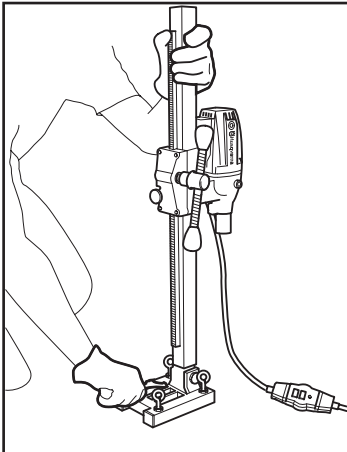

Fig. 3
1. Praticare i fori (15 mm) nel pavimento o nella parete e inserire i bulloni a espansione. Avvitare la piattaforma DMS 160 A / DMS 160 AT (fig. 3) e controllare con cura che l'espansore sia fissato correttamente.
1. Ein Loch (15 mm) in Boden oder Wand bohren und Spreizschrauben einbringen. Sohlenpatte DMS 160A / DMS 160 AT, Abb. 3, anschrauben und sorgfältig überprüfen, ob der Expander richtig fest sitzt.
1. Percer un trou (15 mm) dans le sol ou le mur et introduire les vis d'expansion. Visser solidement le piétement DMS 160A / DMS 160 AT, Fig.3, et contrôler soigneusement que la vis d'expansion est bien ancrée.
1. Boor een gat (15 mm) in de vloer of de wand en sla er de bouten in. Schroef de voetplaat vast DMS 160A/DMS 160 AT, Fig. 3, controleer zorgvuldig of de bout goed vastzit.